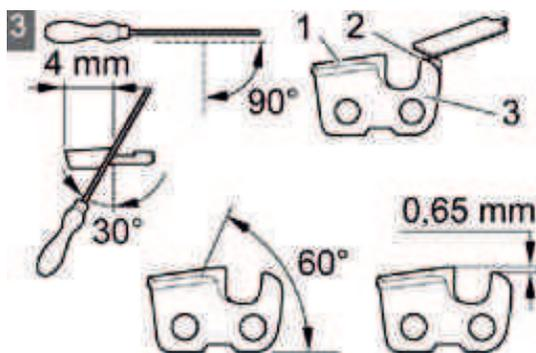

Рис. 14
11.1 Заточка цепи (рис.14)
4. Режущее звено (рис.14 поз.3), включает в себя режущий зуб (рис.14 поз.1), и ограничитель (рис.14 поз.2).
6. При заточке соблюдайте углы режущего зуба (рис.14 поз.1) и высоту ограничителя глубины
(рис.14 поз.2) как показано на рис.14. Убедитесь, что все режущие зубья цепи после заточки имеют одинаковую длину и ширину.
8. В конце слегка закруглите переднюю часть ограничителя глубины (рис.14 поз.2).